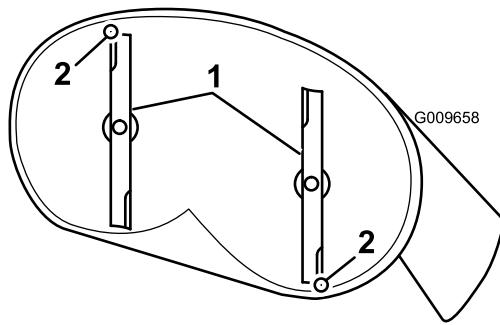

Figure 52
4. Faites pivoter les lames avec précaution pour faire passer les pointes avant à l'arrière (Figure 52).
5. Mesurez la distance entre la pointe de la lame avant et la pointe de la lame arrière par rapport à la surface plane (Figure 52). Si la pointe avant de la lame n'est pas de 1,6 à 7,9 mm (1/16 à 5/16") plus basse que la pointe arrière, réglez le contre-écrou avant.
8. Une fois le réglage effectué, vérifiez à nouveau l'inclinaison avant/arrière des lames. Poursuivez le réglage de l'écrou jusqu'à ce que la pointe avant de lame soit de 1,6 à 7,9 mm (1/16 à 5/16") plus bas que la pointe arrière (Figure 52).